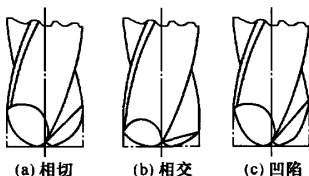

图 1
(1) 圆弧砂轮的修磨 修磨 R 圆弧在外圆磨床上采用成形磨削法进行。圆弧铣刀圆弧半径的精度保证主要取决于砂轮的圆弧修整精度;同时要保证修磨后的刀尖圆弧应与圆周切削刃相切连接,不允许有相交或凹陷的现象出现(见图1),否则加工时圆弧的半径将出现偏差。为保证圆弧刀尖的半径精度,修整砂轮时最关键应注意以下几点。
(1) 刀具轴线 刀具的轴线应与工作台的纵向移动平行,这样才能保证刀具的圆弧与砂轮的圆弧全接触,防止外圆切削刃损伤或切削刃中心部位出现台阶。为了保证刀具轴线与机床平行,调整机床时可先选用一调整心棒磨削外圆,只要心棒外圆没有锥度,则表明刀具轴线与机床纵向移动平行。正确的刀具轴线与砂轮的位置应是刀具的轴线与砂轮外圆母线在同一直线上,这样才能保证磨出的刀具圆弧是 1/4 圆弧,否则会出现如图 1 所示的相交或凹陷的情况。半径值 R 虽然正确,但形状错误,修磨出的刀具依然是错误的。调整时可利用机床的横向移动机构,精确的控制刀具与机床的相对位置(注意刀具与机床初始位置的正确调整)。
(2) R 圆弧的检测 刀具的 R 圆弧检测可用半径样规用透光法进行测量(也可自制半径样规,但要保证半径的正确)。测量时必须使量具测量面通过刀具的圆弧中心,否则将会导致测量失真。如发现 R 出现偏差,则说明砂轮修整不正确,可对砂轮进行重新修整,直至修磨完的刀具圆弧半径正确。半径 R 修磨正确后,修磨量要视刀具的磨损情况而定,一般只要将刀具磨损部分修磨掉,出现光滑的切削刃即可,修磨的太多与太少都会给后续的修磨带来麻烦。
(3) 刀具前角的修磨 因为圆弧铣刀螺旋角的关系,在将圆弧刀具修磨后,主切削刃的形状将变为凸圆弧形,从刀具中心到刀具外圆切点将是一条凸起的弧线,最高点越过了刀具中心。如在此基础上修磨后角,则刀具圆弧半径将是圆弧线在截面上的投影,将会比实